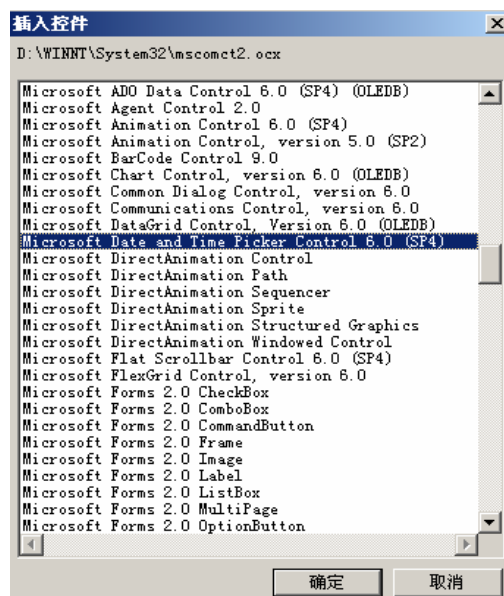

图 7-5 通用控件对话框
3、单击工具箱中的  工具，在弹出的通用控件窗口中选择如下控件，如图 7-5 所示：